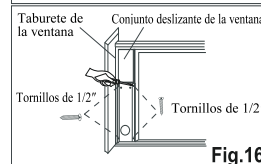

Fig.16
3. Cierre el marco de la ventana firmemente contra el conjunto deslizante de la ventana. (Fig. 16)
4. Conduzca dos tornillos de 1/2 "para asegurar el conjunto deslizante de la ventana al marco de la ventana. (Fig. 16)
5. Conduzca dos tornillos de 3/4 "para fijar el kit deslizante de la ventana al taburete de la ventana. (Fig. 16)